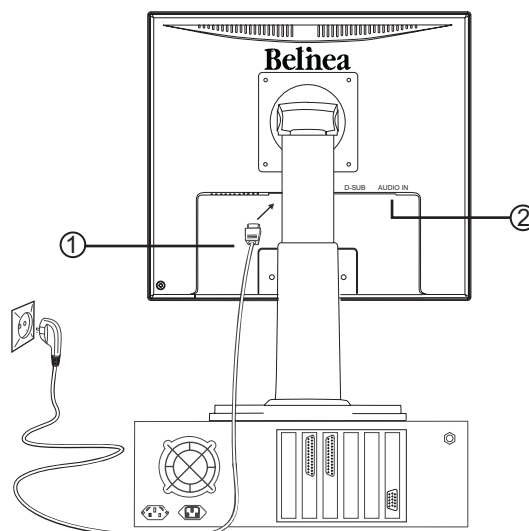

Figure 3. Raccordement du moniteur à la source d'alimentation électrique
Connectez le câble d'alimentation électrique (① à la fig. 3) au moniteur d'une part, et à une prise électrique murale avec mise à la terre d'autre part.
Si votre ordinateur est équipé d'une sortie son, connectez une extrémité du câble son à l'entrée audio du moniteur (② à la fig. 3) et l'autre extrémité au connecteur de sortie audio (« Line-Out ») de l'ordinateur.